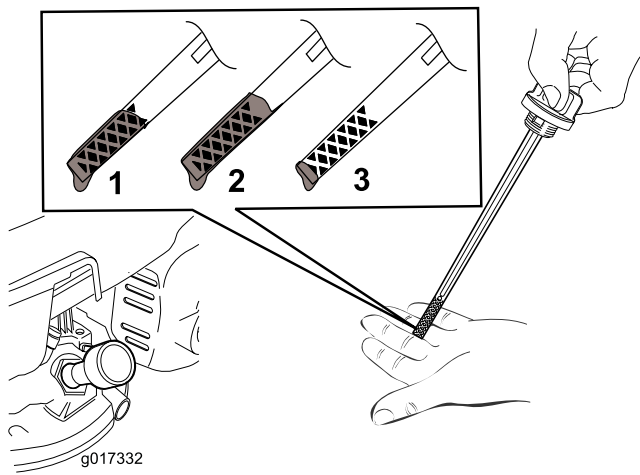

Figura 11
5. Para determinar el nivel de aceite correcto, consulte Figura 11.
**Nota:** Llène el cárter con aceite hasta que la varilla indique que el nivel del aceite del motor es correcto, según se muestra en Figura 11. Si usted llena demasiado el motor, vacíe el exceso de aceite siguiendo las instrucciones de la sección **Cómo cambiar el aceite del motor**.